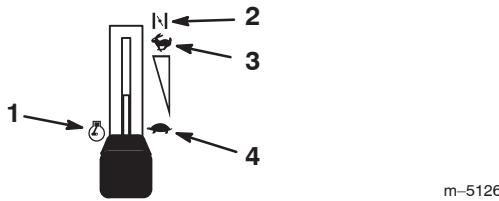

Figure 6
- Placez la manette d'accélérateur en position Starter pour démarrer à froid (Fig. 6).
- Lorsque le moteur a démarré, amenez progressivement la manette d'accélérateur en position de Régime maximum (Fig. 6). Si le moteur cale ou hésite, ramenez la manette d'accélérateur en position de Starter pendant quelques secondes. Réglez ensuite la manette d'accélérateur à la position voulue. Répétez l'opération si nécessaire.
- Placez la manette d'accélérateur en position de Régime maximum (Fig. 6).